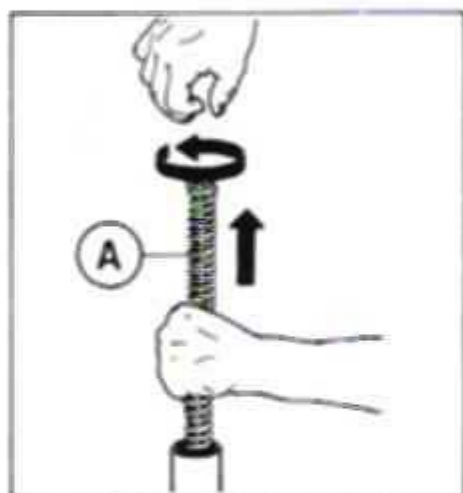

FIG. C24
4. Remover a mola (A - Fig. C24) fazendo-a girar para permitir que o óleo possa escorrer dentro do tubo.